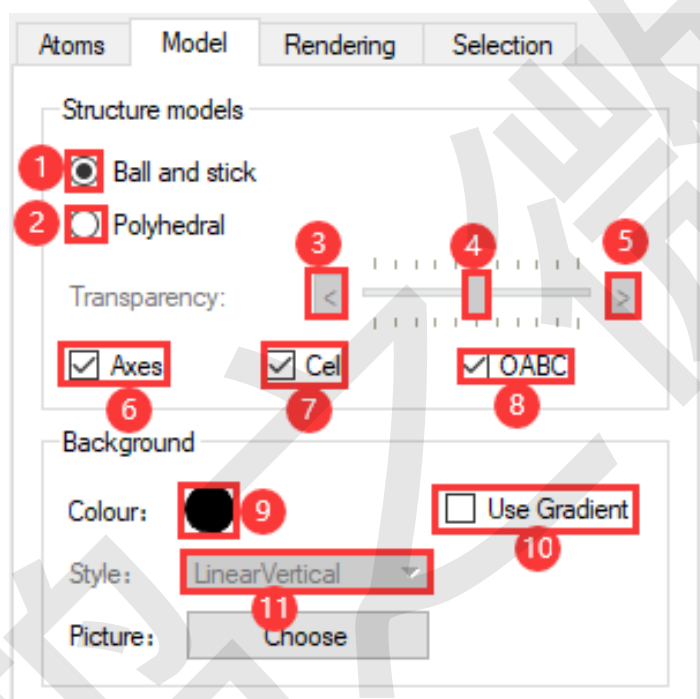

图 7.13: 原子结构精修模块参数调节区域-Model 区域
对原子结构精修模块（Structure Refinement Module，简称：**SRM**）参数调节区域的 Model 区域，即 图 7.13 中各标号功能进行说明如下：
- 图 7.13 中标号 ①：点击 ①，则选择原子结构的显示模式为球棍模式；